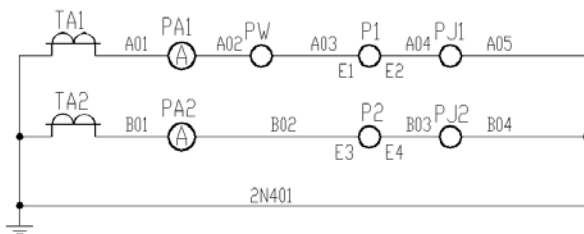

图 9.4.2 使用图层功能绘制电气原理图
4. 使用图层绘制图 9.4.2 所示的电气原理图，要求创建不同颜色的五个图层（线宽均为 0.3 mm），分别用来绘制五种不同的电气符号 TA、PA、PW、P 和 PJ，再创建不同颜色的七个图层（线宽均为 0.18 mm），分别用来创建五种电气符号的对应文字、连线及其他文字。